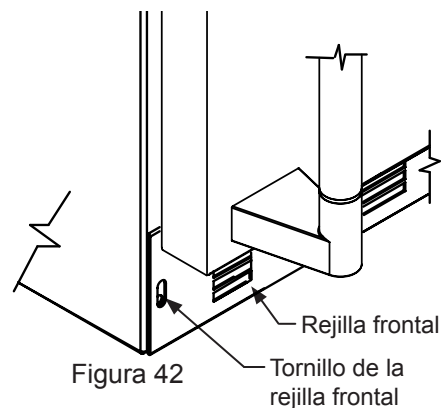

Figura 42
11. Quite la rejilla frontal de protección (vea las Figura 42 y Figura 43) y limpie la suciedad y desperdicios de detrás de la unidad mediante un cepillo y una aspiradora.